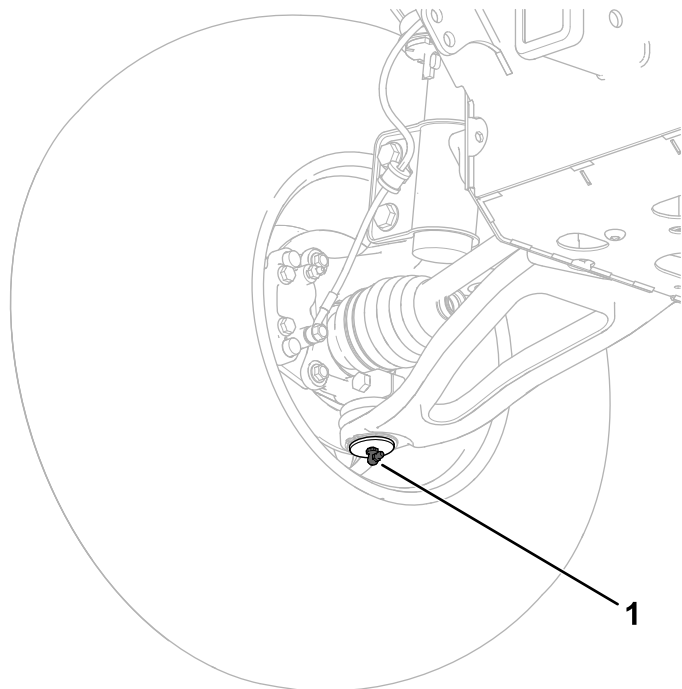

Figure 94
- **Rotules (2);** voir Figure 94